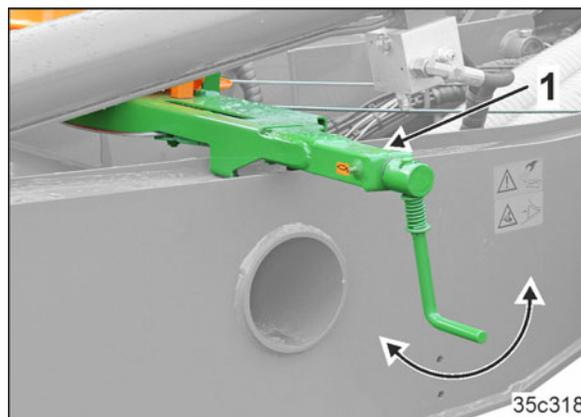

Fig. 123
2. Serrer le frein de stationnement de la machine (Fig. 123/1).